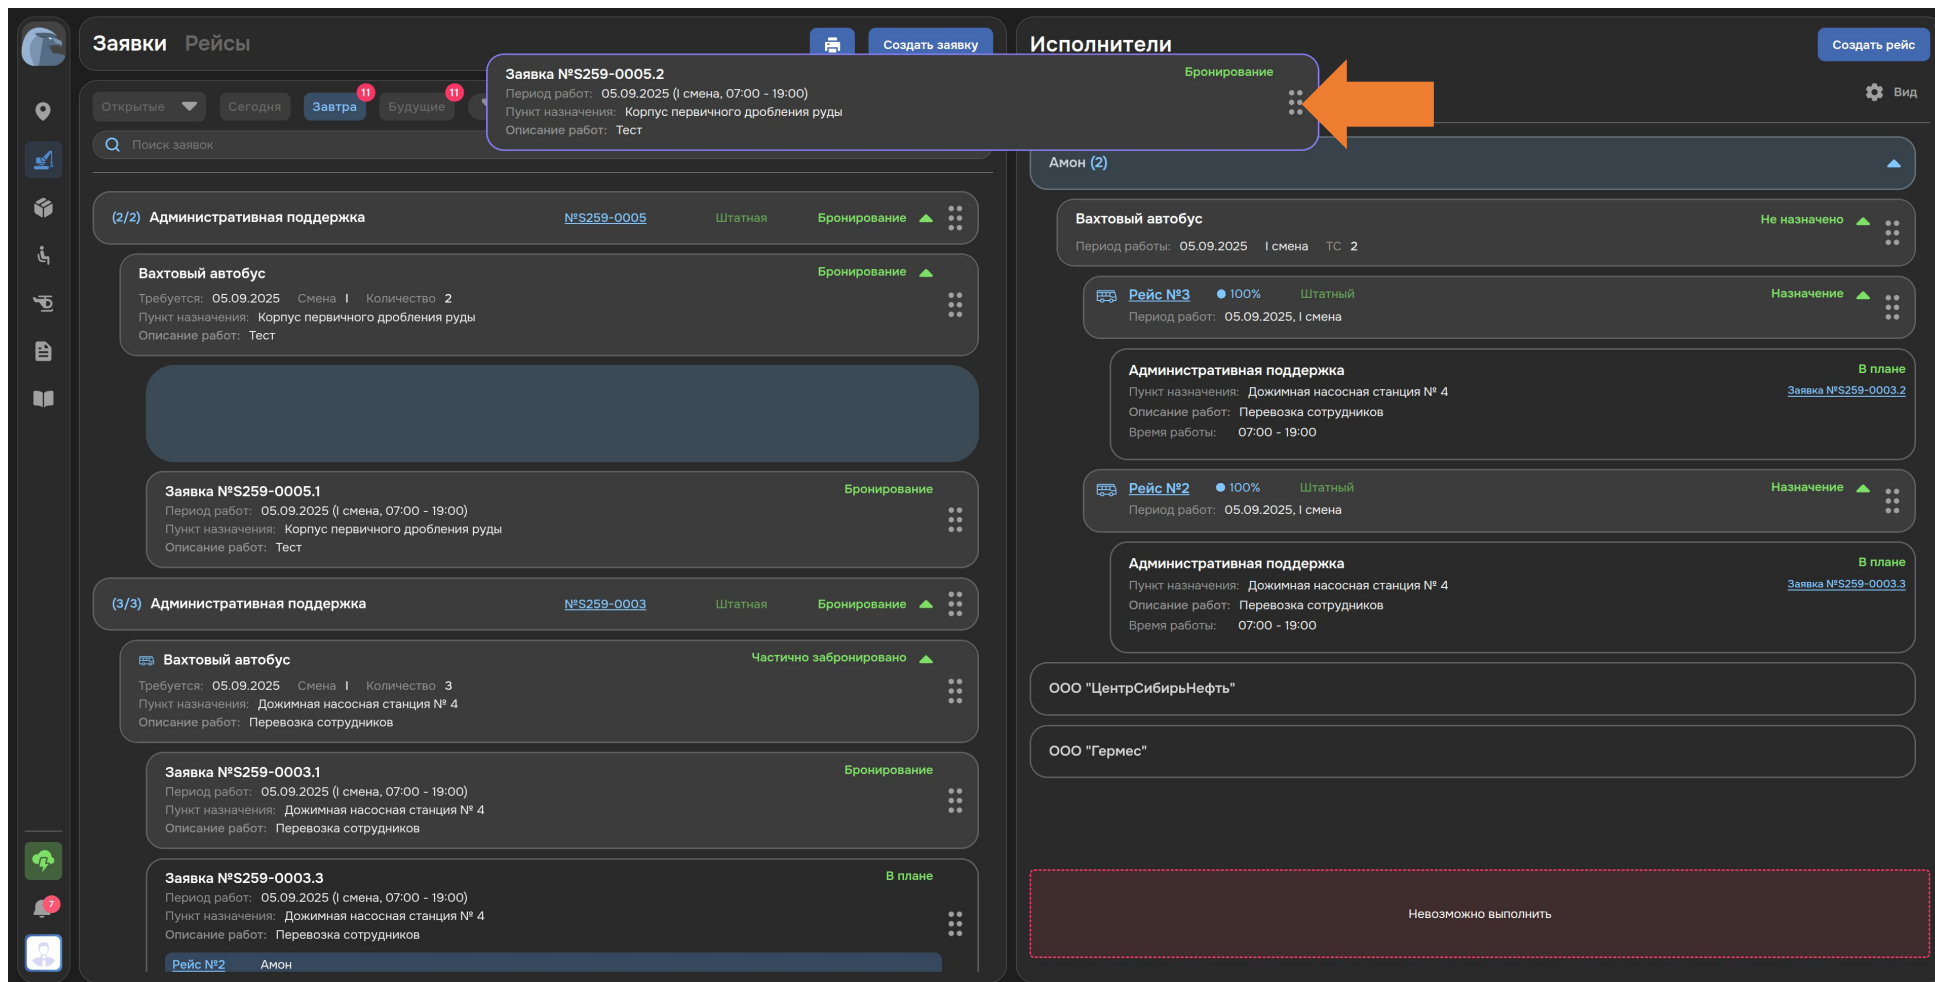

Рисунок 33. Назначение Задачи на исполнителя с помощью drag-n-drop
2. Нажмите и зажмите левую кнопку мыши на Задаче, которой хотите назначить исполнителя, и переместите ее на нужного исполнителя в правой части (см. Рисунок 33). Перемещать можно Заявки, типы ТС, Задачи, причем если переместить Заявку или тип ТС, то исполнитель будет назначен на все входящие в Заявку или тип ТС Задачи. Зажав кнопку CTRL на клавиатуре, можно выделить несколько Задач и переместить их для назначения исполнителя. Если Задачу выполнить невозможно, то переместите ее в поле «Невозможно выполнить» (см. Рисунок 33). В данное поле можно перемещать Задачи, Заявки, типы ТС.